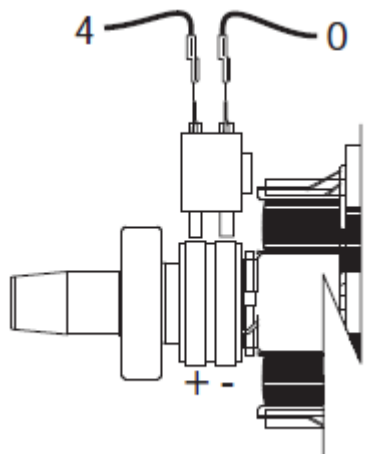

Рисунок 6. Проверка щеток и токосъемных контактных колец
1. Смотреть рисунок 6. Аккуратно осмотреть провода щеток. Убедиться, что они надежно подсоединены.